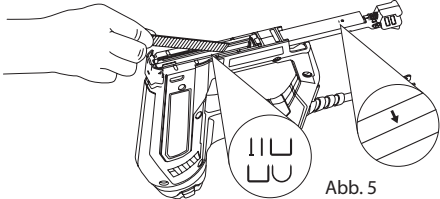

Abb. 6
- Oefen voldoende druk uit op de bovenkant van de knop (Afb. 6) en haal de trekker over.